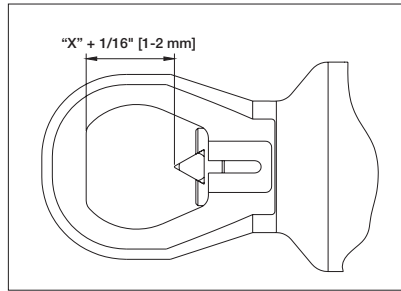

Abbildung 6
4. Drehen Sie den Schneidkopf, bis der Abstand von der Kopffläche bis zur Messerspitze derselbe ist wie der zuvor in Schritt 1 gemessene Abstand von der Mutter zum Bolzen PLUS weitere 1 bis 2 mm (1/16"). Siehe Abbildung 6.